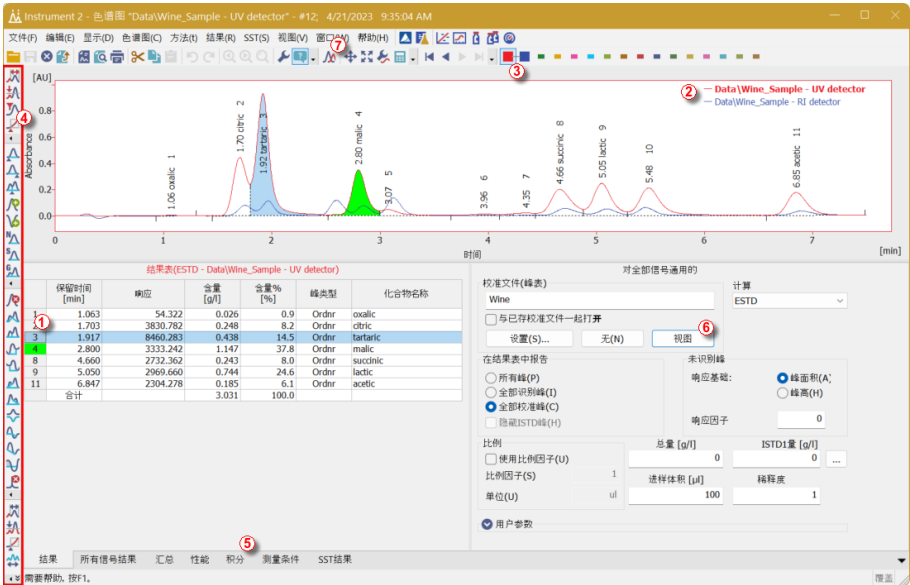

图14: 色谱图窗口
- 可同时显示多个色谱图。需要切换到重叠模式可通过以下方式: 在重叠工具栏(⑦ 在第22页第图14.), 点击重叠按钮, 接下来在菜单栏中选择文件-打开色谱图或点击打开色谱图图标。现在可以在打开色谱图对话框中选择要打开的多个文件。您可以再次单击重叠按钮以关闭所有色谱图, 但当前选定的色谱图除外。